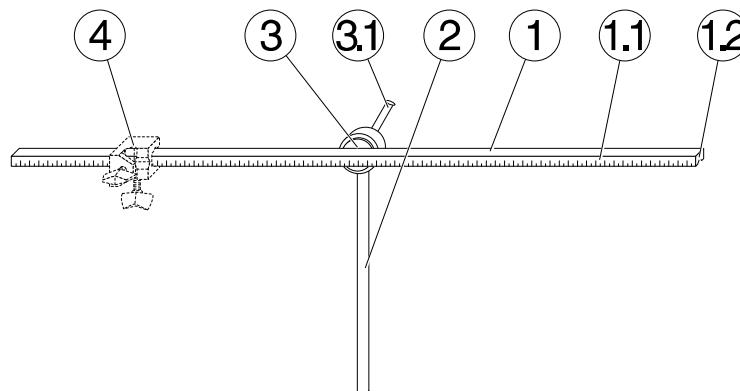

Fig. 1
1.1 Kleine Optische Bänke (460 42/43), s. Fig. 1
- ① Vierkantschiene (75 cm lang), mit Stativstange ② drehbar verbunden (360°)
1.1 Small optical bench (461 42/43), see Fig. 1
- ① Rectangular-section rail (75 cm long), with stand rod ②, connected so it rotates (360°)